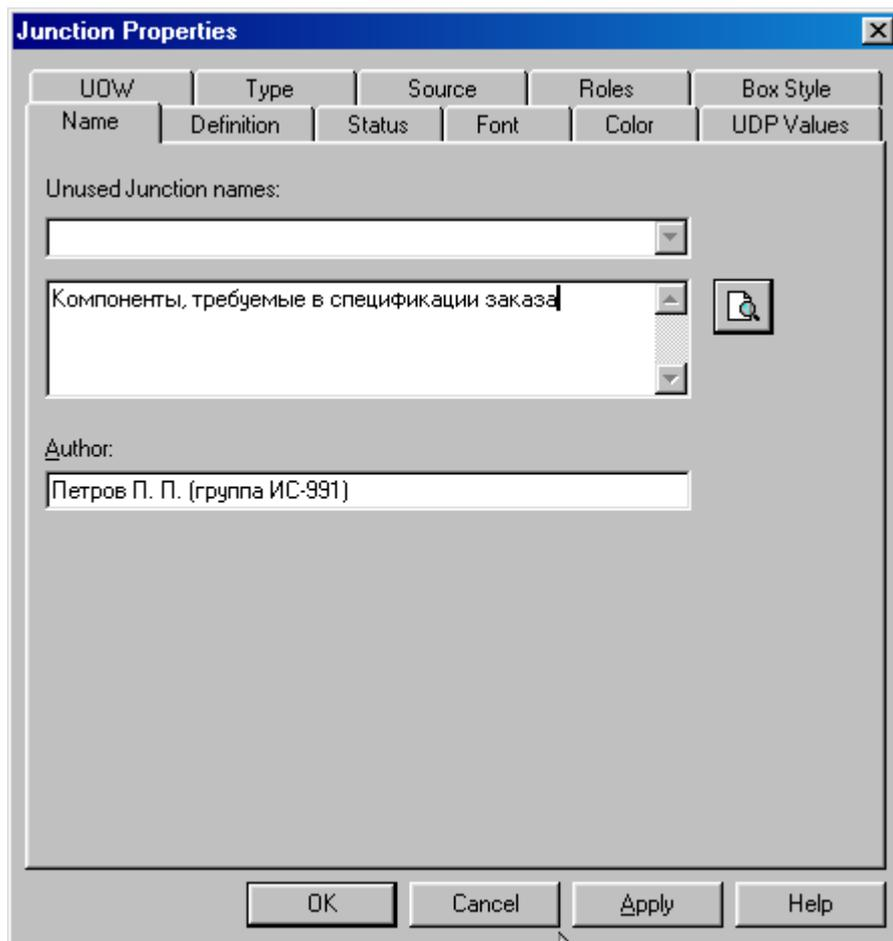

Рисунок 6.14 – Присвоение имени перекрестку **J1**
- 8 Правой кнопкой щелкните по перекрестку для разветвления **J1 (fan-out)**, выберите **Name** и внесите имя "**Компоненты, требуемые в спецификации заказа**" (рисунок 6.14).